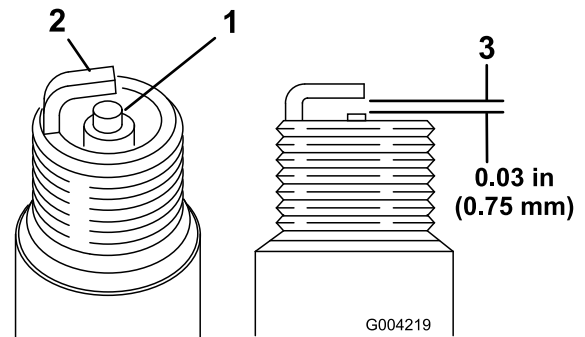

Figure 35
- Examinez le centre des bougies (Figure 35). Si le bec de l'isolateur est recouvert d'un léger dépôt gris ou brun, le moteur fonctionne correctement. S'il est couvert d'un dépôt noir, c'est généralement signe que le filtre à air est encrassé.
- Contrôlez l'écartement entre l'électrode centrale et l'électrode latérale (Figure 35).
- Courbez l'électrode latérale (Figure 35) si l'écartement est incorrect.